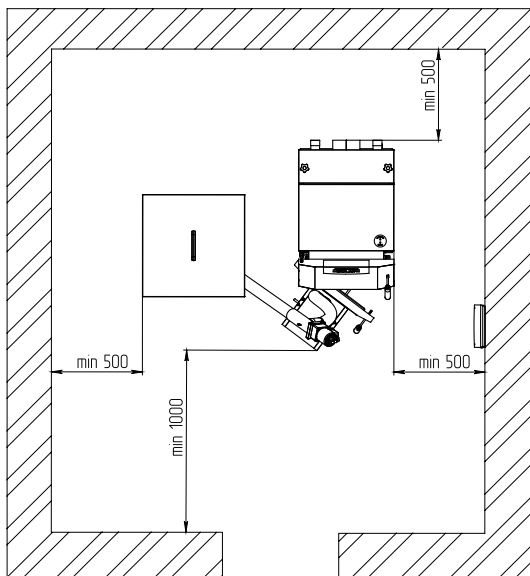

Рис.12. Расположение котельной установки в помещении.
7.3.10. Расположение котельной установки в помещении с учетом необходимого для обслуживания пространства (см. Рис.12).